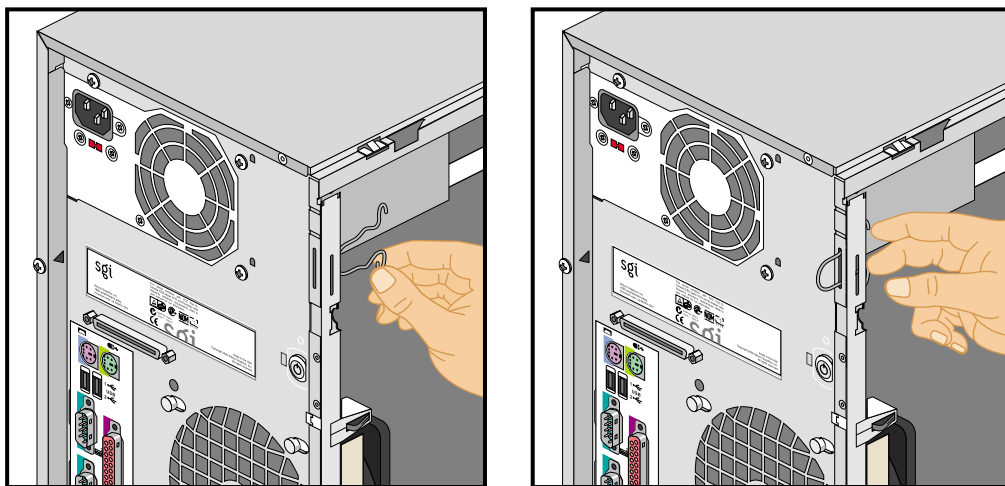

図 2-29 機能スロットへのロックングループの取り付け
5. ロックグループのループ部を、本体内部のスロットに挿入し、ロックグループが完全に収まるまで、ロックグループを押し込みます。図 2-29 にその手順を図示します。